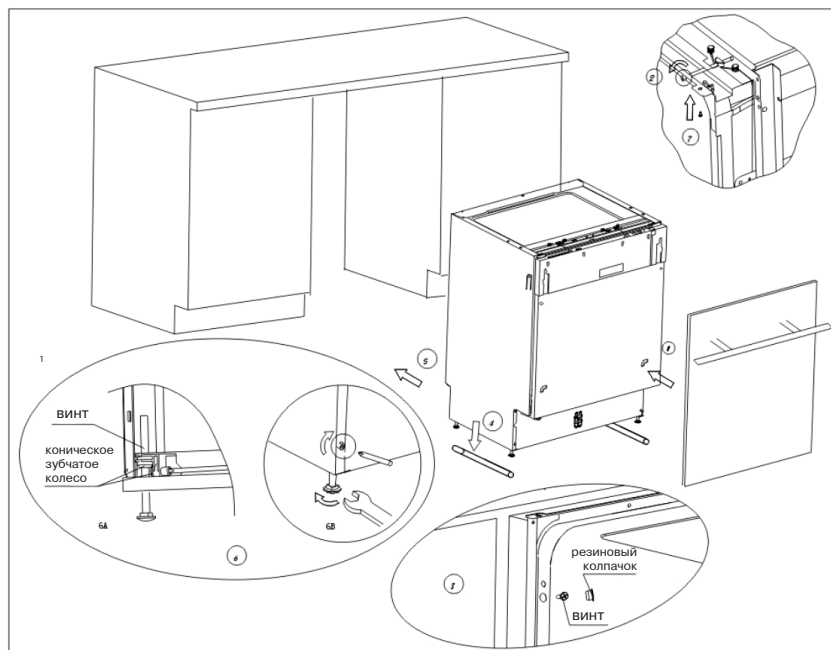

Рис. 7. Последовательность установки посудомоечной машины.
1. Используя скобы, прикрепите декоративную дверцу от вашей мебели к дверце машины (см. п.1 на рис. 7).
2. Отрегулируйте натяжение пружин дверцы при помощи торцевого ключа, поворачивая его по часовой стрелке для натяжения пружины и против часовой стрелки для того, чтобы ослабить пружины дверцы. Невыполнение данной операции может привести к повреждению посудомоечной машины (см. п. 2 на рис. 7).
6. Поместите посудомоечную машину на направляющие (см. п. 4 на рис. 7).
9. Выровняйте машину. Задние ножки можно регулировать винтами, расположенными спереди (см. п. 6а на рис. 7). С помощью ключа
отрегулируйте передние ножки (см. п. 6в на рис. 7).
А. Если у Вас столешница из дерева или ДСП, прикрутите машину к ней шурупами по дереву, будьте осторожны, вес машины может вырвать шурупы из дерева (см. п. 7 на рис. 7).
В. Если у Вас мраморная или гранитная столешница используйте скобы, чтобы прикрепить машину к стенам соседней мебели, при этом необходимо закрыть винты резиновыми шляпками, чтобы не повредить столешницу (см. п. 8 на рис. 7).